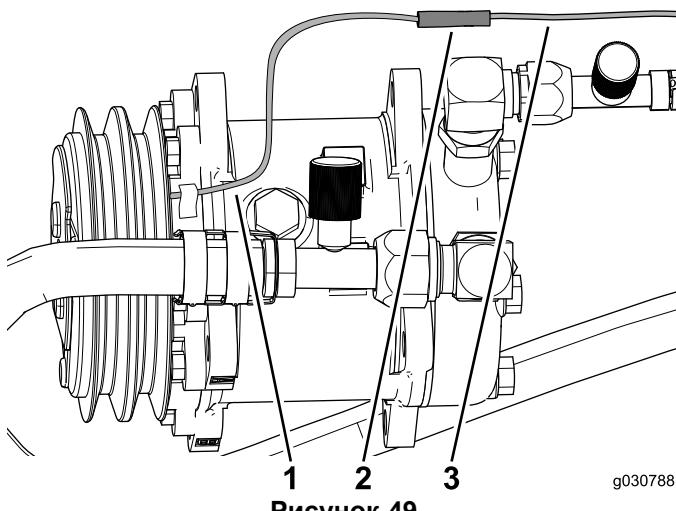

Рисунок 49
3. Подсоедините провод от компрессора кондиционера воздуха к штепсельному разъему на жгуте проводки (Рисунок 49).